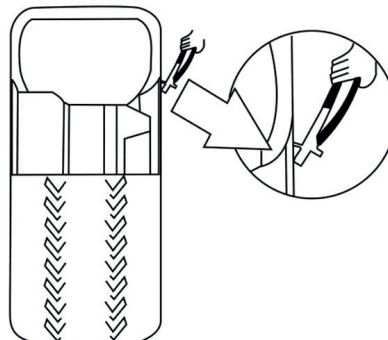

Bild 11
- Entfernen Sie alle Substanzen und Gewichte vom Rand (siehe Bild 11)